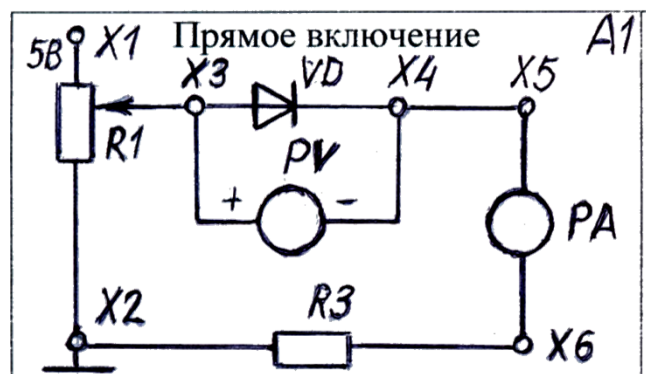

Рисунок 2 = Схема включения диода в прямом направлении.
- 5) Подать питание на исследуемую схему (рисунок 2): «+» на X1, «-» на X2.